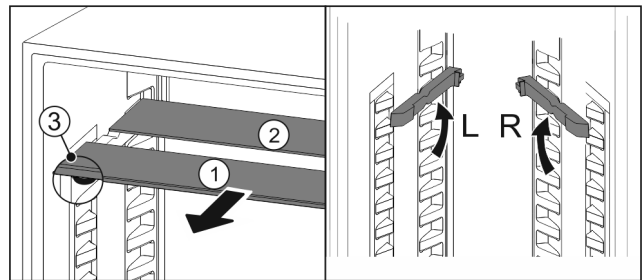

Fig. 17
- Retire Fig. 17 (1) las placas de cristal individualmente hacia adelante.
- ▷ La placa de vidrio Fig. 17 (1) con tira decorativa se encuentra en la parte delantera.
- ▷ Los topes Fig. 17 (3) apuntan hacia abajo.